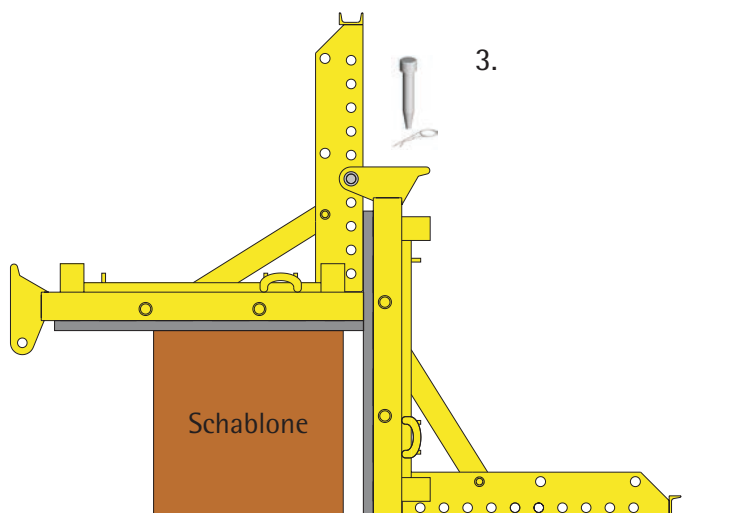

Abb.16
3. Beide Flügel mit Gripbolzen und Federstecker durch die Lochleisten und die Befestigungslaschen verbinden (Abb. 16).